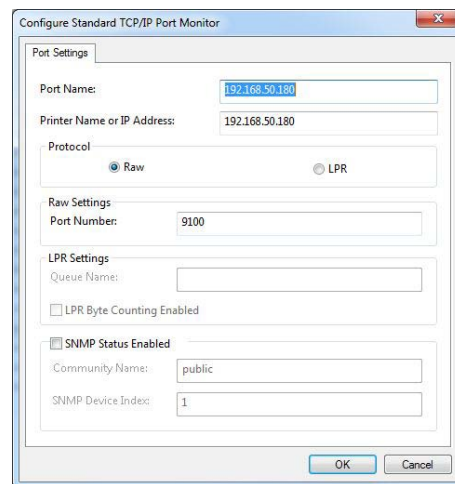

Abbildung 43: Benutzerdefinierte Einstellung
- Geben Sie bei "Portnummer" die selbe Nummer ein, die auch im Drucker eingestellt ist. Stellen Sie das Protokoll auf "RAW" Dann klicken Sie auf "OK". (Siehe Abbildung 43. Diese Abbildung zeigt nur eine beispielhafte IP Adresse. Stellen Sie sicher dass Sie die richtige IP Adresse ihres Druckers eingeben).